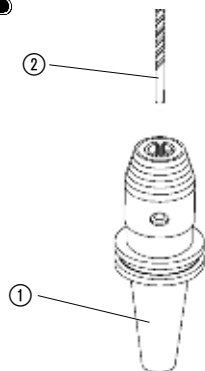

Fig. 1
L'outil de coupe ② doit être mis en butée dans le mandrin ① afin que le serrage s'effectue sur toute la longueur des mors (Fig. 1).